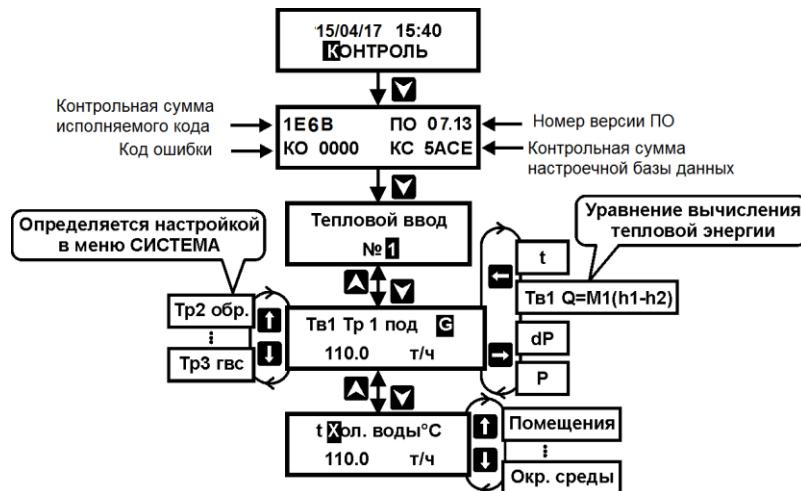

Рисунок 17 – Порядок действий по просмотру текущих параметров теплоносителя
1. Установить кнопками или пункт меню 1-го уровня КОНТРОЛЬ (см. рисунок 17). После нажатия кнопки представляется меню, отображающее номер версии ПО вычислителя и контрольную сумму базы данных;